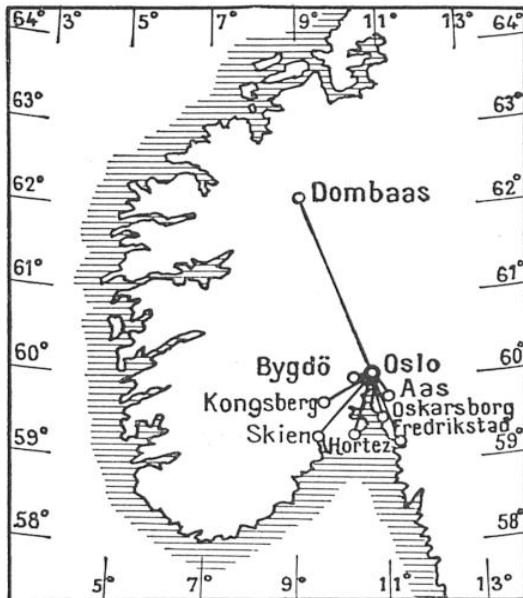

FIG. 1. — CARTE DU RÉSEAU DE POSTES INSTALLÉS PAR CARL STÖRMER AUTOUR D'OSLO (NORVÈGE), POUR LA MESURE DE L'ALTITUDE DES AURORES POLAIRES
forment un ensemble admirable, dont cette revue a déjà eu occasion de faire état (1). Expérimentalement, ce qui importe surtout, c'est de mesurer l'altitude des aurores et de leurs différentes parties ; à cet effet, Störmer a établi, autour d'Oslo, un réseau de postes (fig. 1), tous reliés par téléphone à l'observatoire central, et de chacun desquels on peut tirer, à un même instant, des clichés